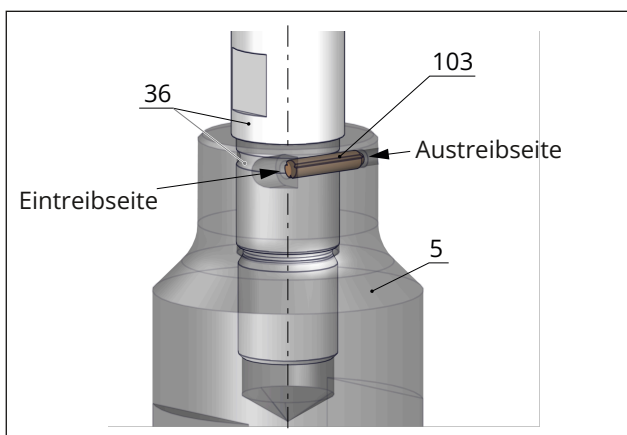

Bild 37: Sicherungsstift zwischen Kegel und Kegelstange bzw. Kolben und Kolbenstange (Prinzipdarstellung)
Kegel und Kegelstange bzw. Kolben und Kolbenstange sind miteinander verschraubt. Um ein ungewolltes Losdrehen des Kegels von der Kegelstange bzw. des Kolbens von der Kolbenstange zu vermeiden, wird die Verbindung der beiden Bauteile mit einem tangential eingesetzten Stift zusätzlich gesichert, vgl. Bild 37. Zum Wechseln des Kegels bzw. Kolbens wie folgt vorgehen:
1. Kegel (5) bzw. Kolben (5) fest in einen Schraubstock einspannen.
2. Den Sicherungsstift (103) mit einem geeigneten Werkzeug (Dorn) von der Austreibseite her aus dem Kegel bzw. Kolben ausschlagen, vgl. Bild 37.
3. Die Kegel- bzw. Kolbenstangen (36) mit einem geeigneten Werkzeug vom Kegel bzw. Kolben (5) abschrauben.
5. Neuen Kegel bzw. Kolben (5) fest in einen Schraubstock mit Schutzbacken einspannen. Sicherstellen, dass der Kegel bzw. Kolben dabei nicht beschädigt wird.
6. Kegel- bzw. Kolbenstange (36) in den Kegel bzw. Kolben (5) einschrauben und mit einem geeigneten Werkzeug anziehen. Anzugsmoment beachten.
7. Neuen Sicherungsstift (103) von der Eintreibseite her in die Bohrung des Kegels bzw. Kolbens einsetzen und bis zum Anschlag mit einem geeigneten Werkzeug (Dorn) eintreiben.